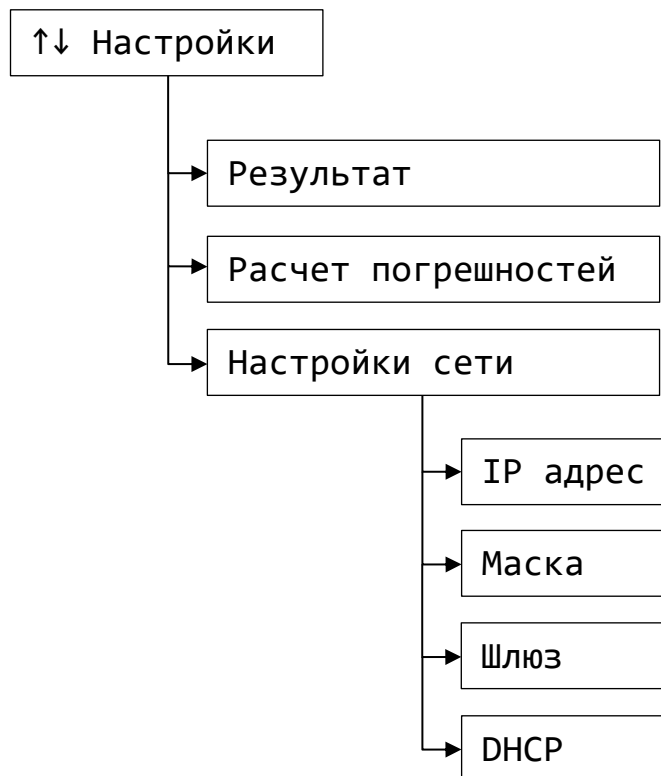

Рисунок 18 – Структура меню
2.8.23 Меню представляет собой древовидную структуру (рисунок 18).